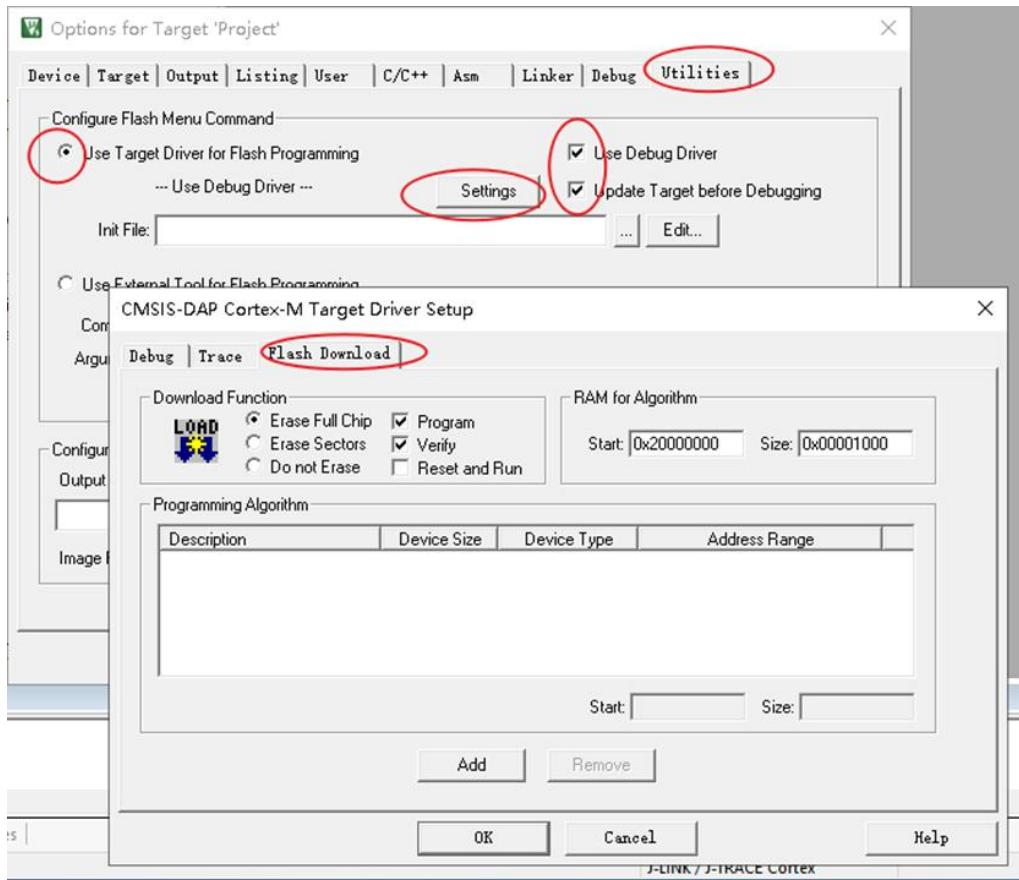

图 2.5.9
(11) 选择“Utilities”项，点击“Settings”按钮，在弹出的对话框中选择“Flash Download”项，如图 2.5.9：